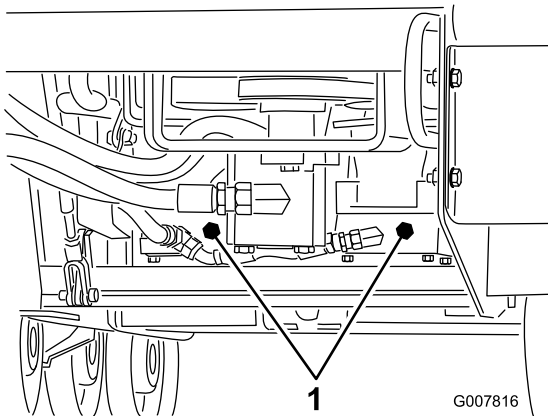

Figura 21
3. Con l'aiuto di una chiave, girate due volte in senso antiorario le valvole per il rimorchio situate sulle pompe idrauliche (Figura 21).